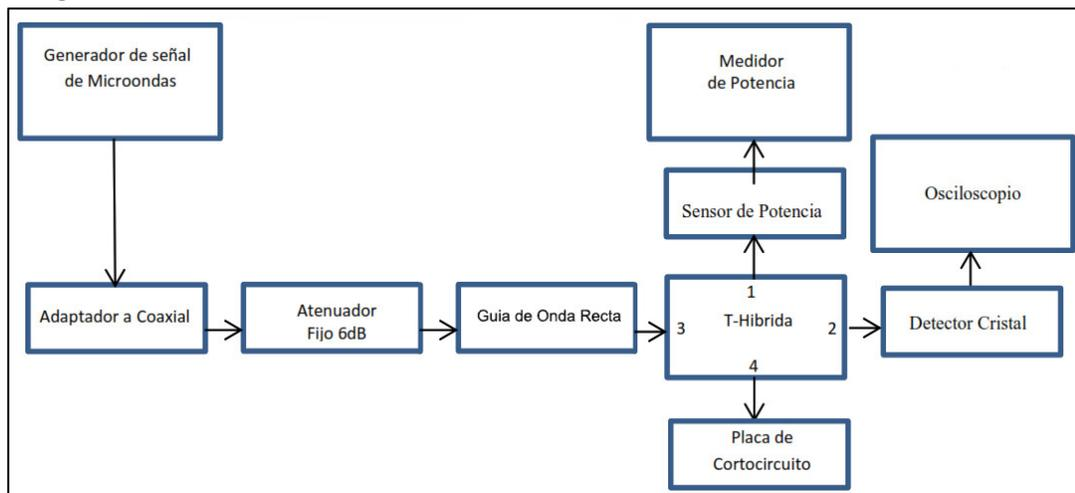

Figura 6.4 Arreglo con la T-Hibrida
9. Monte el equipo de microondas tal y como se muestra en el diagrama a bloques de la figura 6.4.